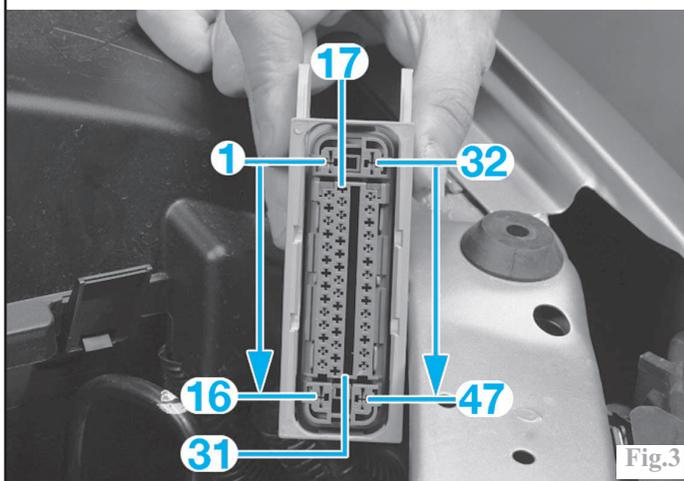

Fig.3
**Affectation des bornes du connecteur du calculateur ABS/ESP (Fig.3)**